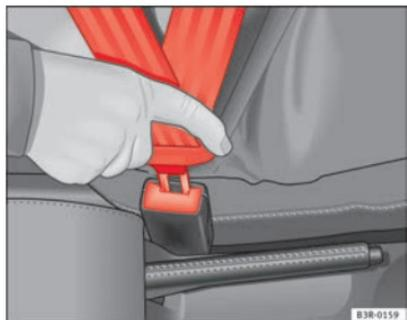

Fig. 12 Cierre y lengüeta del cinturón de seguridad
- Introduzca la lengüeta en el cierre del asiento correspondiente hasta que encastre ⇒ fig. 12.